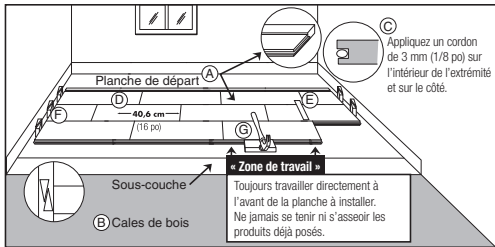

Figura 14
deberían estar colocadas de izquierda a derecha. (Artículo D, Figura 14). Si usted ha utilizado una plancha para sacrificar, no pegue PAS la primera ranura a esta plancha.
- Evite instalar las planchas de menos de 40,6 cm (16 po) en las cuatro primeras ranuras. (Artículo F, Figura 14).
- Use una barra de tracción para tirar la última plancha en su lugar desde el extremo opuesto. Instale las cale-clavetes en el espacio y serrez (Artículo B, Figura 14).
- Corte o use una plancha más corta para la primera ranura de la segunda ranura. Comience la segunda ranura aplicando un cordón de cola de 3 mm (1/8 po) en el fondo de la ranura y de la ranura lateral de la nueva plancha. Instale la primera plancha de la segunda ranura. Aplique un cordón de cola sobre el lado de la ranura y el largo de la plancha siguiente y así sucesivamente. Cuando usted instale las planchas juntas, use un bloque de golpeo contra la lengüeta y no contra la ranura (Artículo G, Figura 14). Use un mazo o el bloque de golpeo para instalar las planchas en su lugar. No tape PAS directamente sobre el borde con el mazo. Termine las ranuras de cuatro en cuatro usando esta técnica. Au besoin, insérez les caleclavettes aux extrémités afin d'empêcher le plancher de bouger.